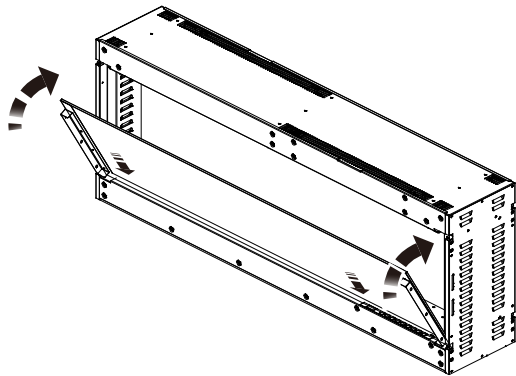

FIG. 1
- Demandez à deux personnes de lever le verre et d'installer le verre avant en plaçant le côté inférieur dans l'appareil et pivotez pour que le verre touche le panneau latéral (FIG. 1).